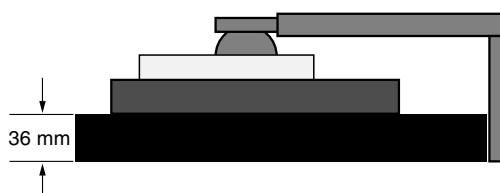

Figura S.1
3. Sistemare il monitor a faccia in giù su una superficie non abrasiva. (Sistemare lo schermo su una piattaforma di 36 mm in modo che il supporto risulti parallelo alla superficie) (**Figura S.1**).